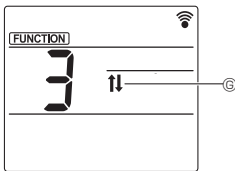

Fig. 5-5
5.2. Gebruik van het scherm voor omhoog/omlaag richten (Fig. 5-1, Fig. 5-5)